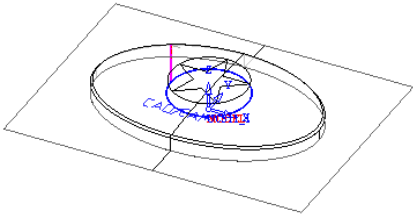

图 2-152 生成的刀具路径
7) 计算刀具路径。完成参数设置后，单击“NC Process Manager”对话框中的保存并计算按钮，运算当前加工程序，此时图形区显示的刀具路径如图 2-152 所示。